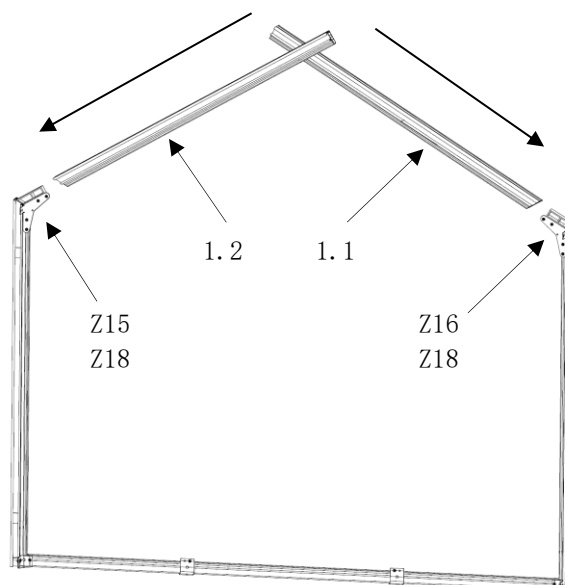

Abb. 14
- beim Verbinden der Ortgangprofile müssen diese leicht voneinander weggedrückt werden. (Abb. 14)